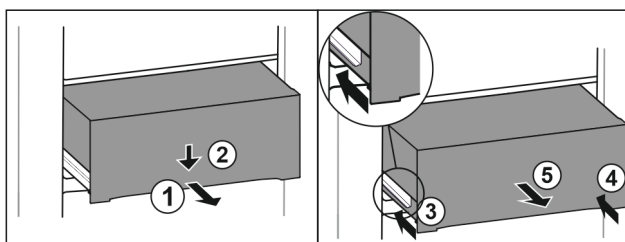

Fig. 133
- Schubfach halb herausziehen. Fig. 133 (1)
- Schubfach an der Vorderseite nach unten drücken. Fig. 133 (2)
- Linke Schiene etwa 2 cm einschieben. Fig. 133 (3)
- Rechte Schiene etwa 2 cm einschieben. Fig. 133 (4)
- Schubfach nach vorne entnehmen. Fig. 133 (5)